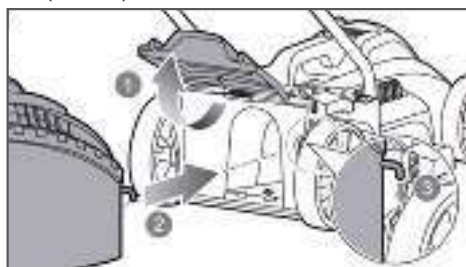

Рис. 4 Установка травосборника
- Установить травосборник. Для этого необходимо поднять заднюю крышку 1 деки газонокосилки и ввести травосборник 2 в зацепление с крючками 3 (Рис. 4).